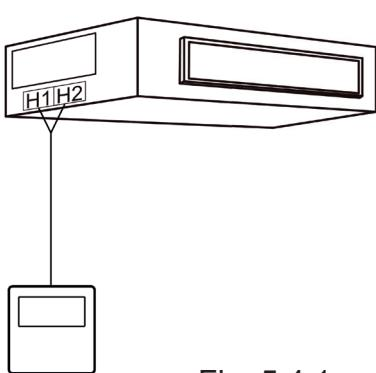

Fig. 5.4.1
1) La Fig. 5.4.1 mostra l'installazione del Filocomando: